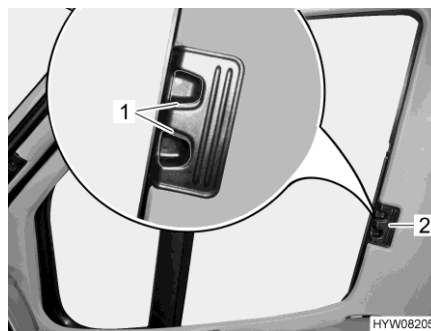

Bild 109 Faltverdunklung (Fahrer-/Beifahrerfenster)
- Entriegelungsgriffe (Bild 109,1) zusammendrücken und gedrückt halten.
- Die Faltverdunklungen für das Fahrerfenster und das Beifahrerfenster am Griff (Bild 109,2) zur anderen Fensterseite ziehen und an den Magnetstreifen aneinanderfügen.
- Die Faltverdunklungen für das Fahrerfenster und das Beifahrerfenster am Griff (Bild 109,2) bis zum Anschlag einschieben.
- Entriegelungsgriffe (Bild 109,1) loslassen und einrasten lassen.